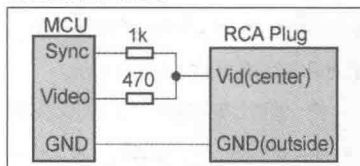

图 7 硬件连接方法
游戏机的电路非常简单,主机用 Arduino 加两个电阻和一些跳线即可,手柄使用一个电位器、一个电阻和一个按钮。硬件连接如图 7 所示。
■ 图 7 2D 喷墨打印示意图